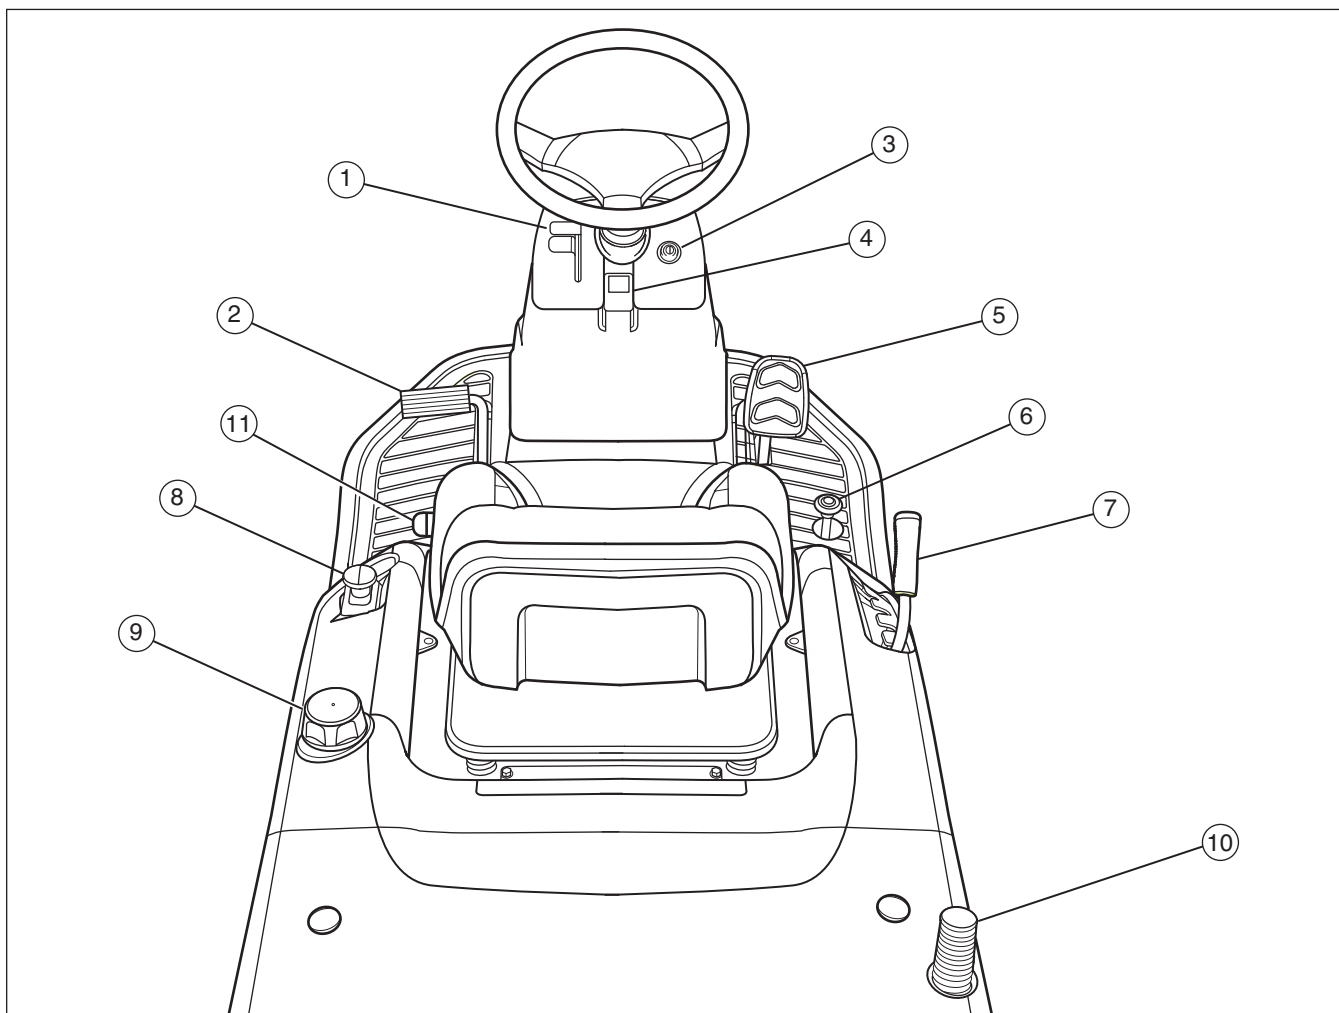

Figura 7
**Leva di controllo della farfalla (1):** Usare la leva di controllo della farfalla per aumentare o diminuire la velocità del motore (vedere **Figura 7**). Spostare il comando della farfalla in su per aumentare la velocità del motore e in giù per diminuirla. Lavorare sempre con farfalla AL MASSIMO.
**Pedale della frizione/freno (2):** Il pedale possiede esegue due funzioni. La prima funzione è come pedale della frizione. La seconda funzione è come pedale del freno.
**Interruttore di accensione (3):** Usare l'interruttore di accensione per avviare e fermare il motore. non lasciare mai l'interruttore di accensione sulla posizione MARCIA quando il motore è fermo. Così facendo si scarica la batteria.
**Manopola del freno di stazionamento (4):** La manopola del freno di stazionamento serve a bloccare in posizione il freno di stazionamento quando il trattore è fermo. Il freno di stazionamento si inserisce premendo il pedale e tirando la manopola completamente in su.
**Pedale di controllo della velocità avanti (5):** La velocità in avanti effettiva del trattore è controllata dal pedale di comando della velocità in avanti. Premere il pedale per aumentare la velocità effettiva in avanti.
**Pedale di controllo della velocità indietro (6):** Usare il pedale della velocità effettiva indietro per controllare la velocità del trattore in retromarcia.
**Leva di sollevamento (7):** La leva di sollevamento controlla l'altezza di taglio della falciatrice. Sono disponibili sei livelli di altezza di taglio (1 - taglio più basso, 6 - taglio più alto).
**Comando di rotazione delle lame (8):** Usare il comando di rotazione delle lame per avviare e fermare il movimento rotativo delle lame. Tirare l'interruttore in su per impegnare il comando di rotazione delle lame o spingere in giù per disimpegnarlo.
**Serbatoio del carburante (9):** Rimuovere il tappo di riempimento per rifornire di carburante. Accertarsi di lasciare spazio per l'espansione da calore.
**Maniglia del dispositivo d'insaccatura dell'erba (10):** La maniglia del dispositivo di insaccatura dell'erba serve ad aprire il dispositivo in modo da poterlo svuotare e richiudere per la falciatura.
**Leva di regolazione del sedile (11):** Tirare la leva in su per regolare la posizione del sedile. Rilasciare la leva per bloccare il sedile in posizione.